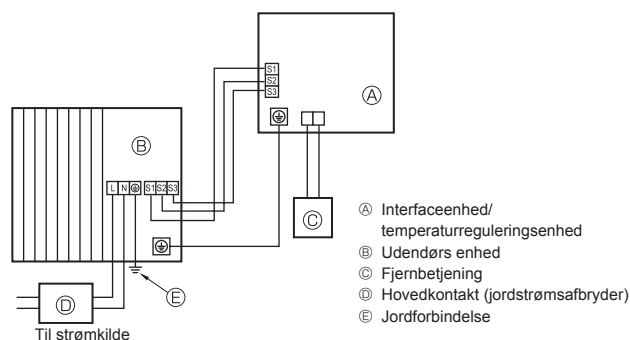
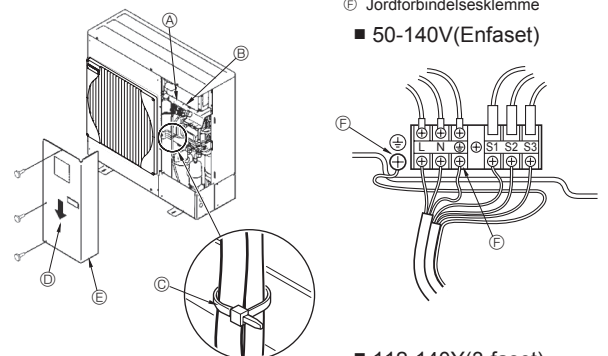

Fig. 6-1
Fig. 6-2
### 6.1. Udendørs enhed (Fig. 6-1, Fig. 6-2)
- Før kablerne som angivet i Fig. 6-1 og Fig. 6-2.